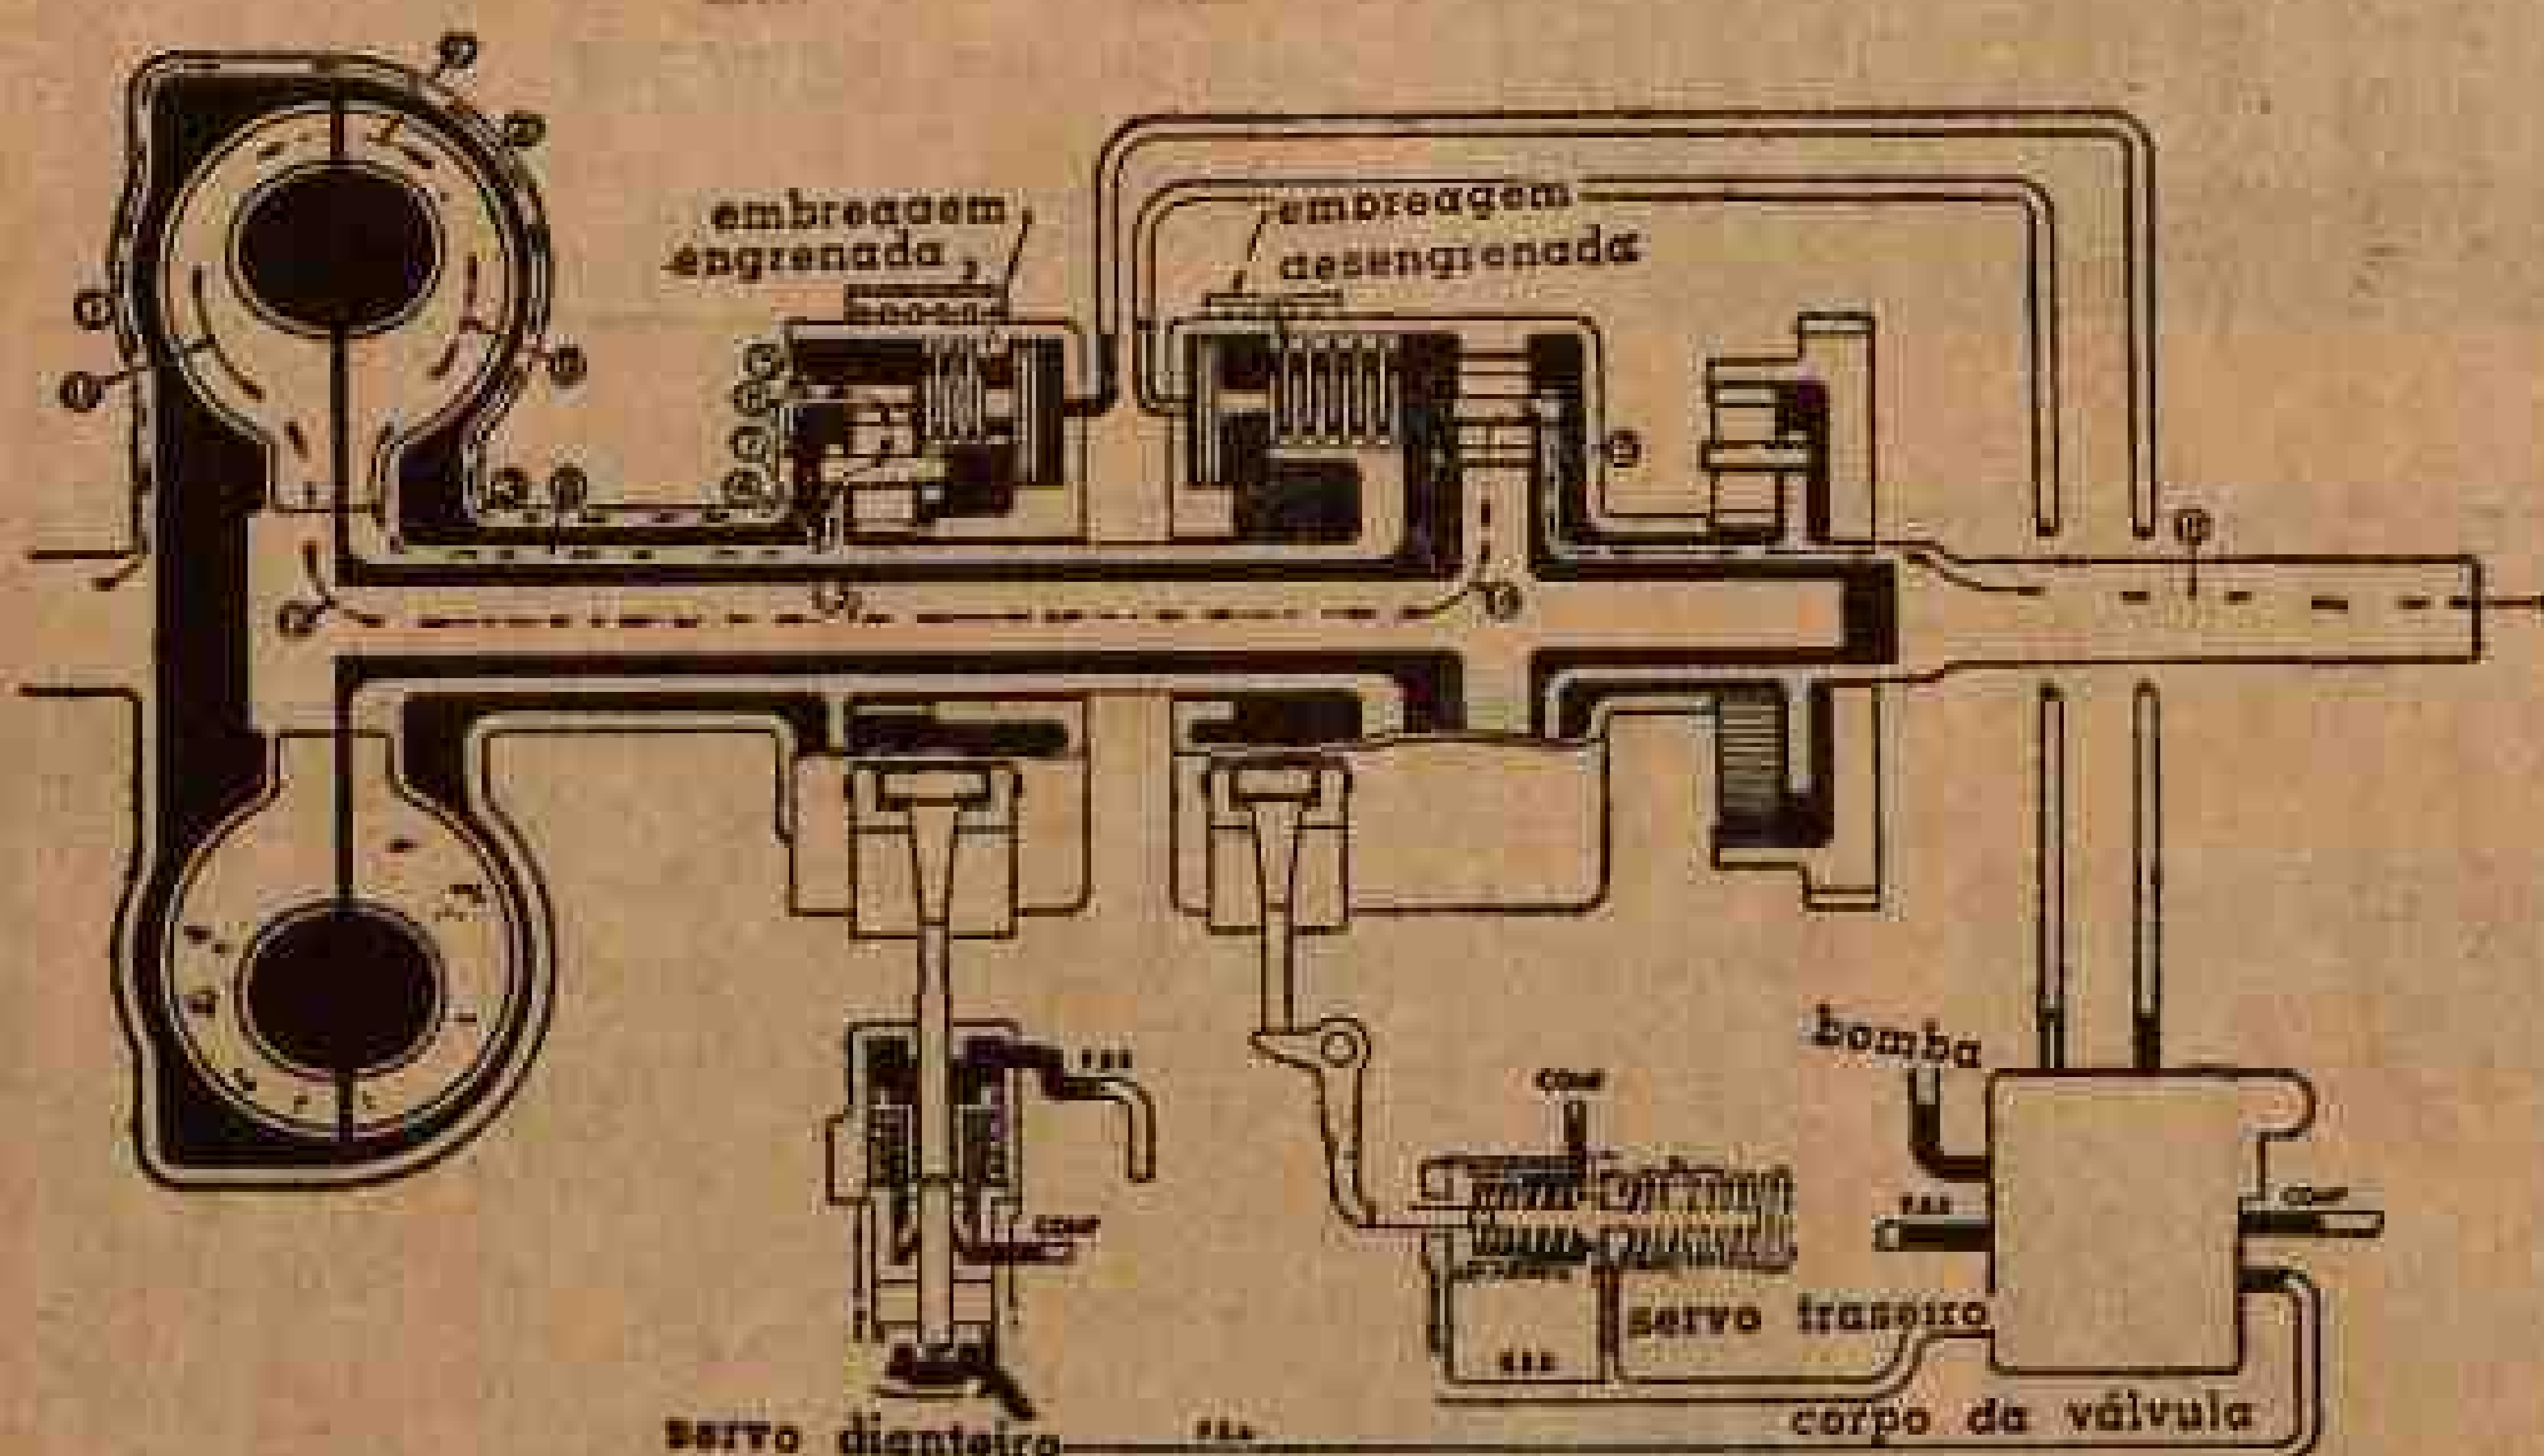

Fig. 413 — A transmissão Hydramatic em segunda velocidade.
Para efetuar a mudança, a válvula levantadora se move e faz o óleo ser admitido na câmara superior do servo dianteiro, o que faz soltar a cinta do freio dianteiro (fig. 413). Ao mesmo tempo, o óleo é admitido no pistão da embreagem do planetário dianteiro, ligando a embreagem dianteira. A embreagem fecha o tambor, engrenagem solar e o conjunto do suporte do pinhão e planetário numa única unidade (6) que gira. Isto evita aos pinhões planetários de girar sobre seus eixos e assim a engrenagem interna (5) e o conjunto do suporte do pinhão e planetário (6) giram à mesma velocidade (fig. 413). O sistema planetário dianteiro encontra-se assim